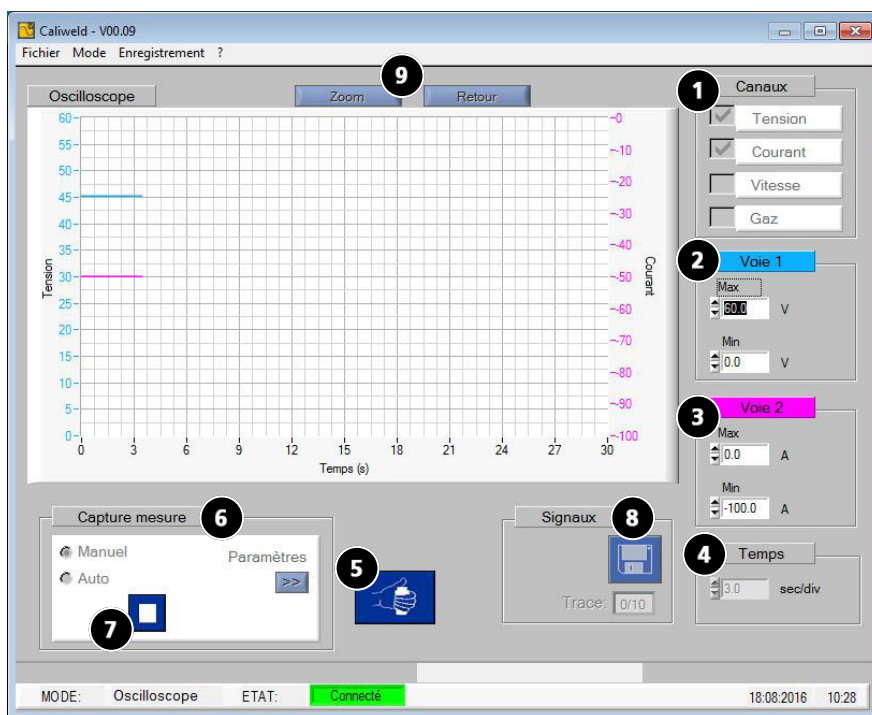
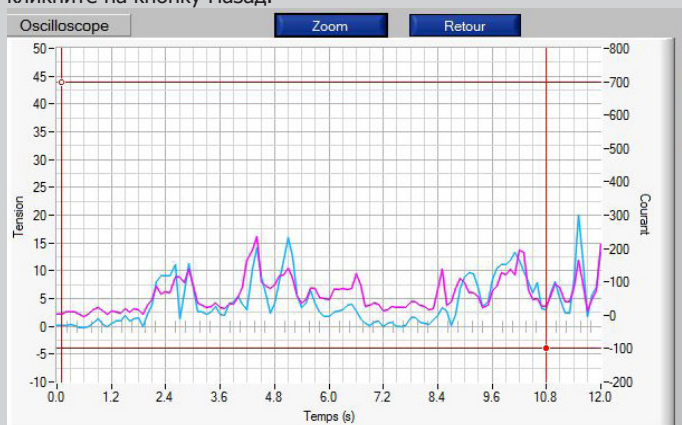
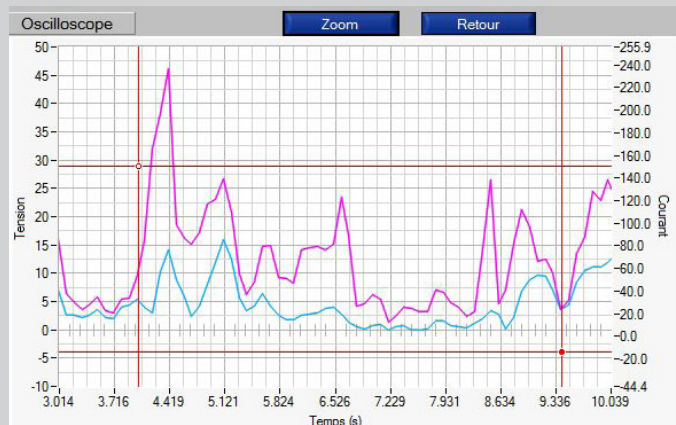

Fig.5: страница осциллоскопа
Fig.6: Диаграмма перед увеличением масштаба изображения
Fig.7: Диаграмма после увеличения масштаба изображения
ОПИСАНИЕ (FIG.5: СТРАНИЦА ОСЦИЛЛОСКОП)
Режим осциллоскоп позволяет выбрать два измерительных канала, вывести их на экран и сохранить их на диаграмме. Этот дополнительный режим позволяет направить свое измерение на определенный канал и сравнить его с другим каналом благодаря диаграмме. Элементы, составляющие страницу режима Осциллоскоп (Fig.5) следующие :
- Раздел «Каналы» включает в себя 4 канала измерения. ①.
- Два раздела «Путь 1» ② и «Путь 2» ③ появляются на экране, как только выбран один или два канала. Афишируемая в каждом разделе единица измерения позволяет проверить, что пути правильно обозначают выбранные каналы (напр., fig.5: Напряжение выбрано в качестве первого канала измерения, единица измерения «Пути 1» - Вольт).
- Раздел «Время» ④ позволяет и изменять шкалу графика, и выбрать между непрерывной записью и сканированием.
- Кнопка дистанционного управления аппаратом «Начало сварки» ⑤,
- Раздел «Снимок замера» ⑥, предоставляющий возможность выбрать «ручной» или «автоматический» режим снимка. Кнопка параметров >>> дает доступ к параметрам режима «Автоматический Снимок». Максимальная продолжительность записи 30 секунд.
- Кнопка «Сохранить», ⑧ позволяющая сохранять записи сварочных швов.
- И функция зум ⑨ позволяющая увеличить масштаб изображения на диаграмме (см. главу «Функция зум» ниже).
Софт предоставляет возможность увеличивать масштаб изображения осциллоскопа. Для этого кликните на кнопку «Zoom» (⑨ Fig. 5) один раз. Появляются 4 указателя графика (2 горизонтальных и 2 вертикальных). С помощью этих указателей постройте прямоугольник в зоне, которую требуется увеличить (Fig. 6). Затем снова кликните на кнопку Zoom (fig.7). Чтобы вернуться к нормальному изображению, кликните на кнопку Назад.
Чтобы сделать ручной снимок, отметить галочкой «Ручной» в разделе «Снимок замера». Появится клетка START (7 fig. 5) которая превратится в клетку STOP в процессе реализации снимка. Для начала записи измерений включите аппарат либо с помощью дистанционного управления (5 fig.5), либо начав варить аппаратом. Затем, каждый раз, когда нужно сделать снимок, нажимайте на клетку (7 fig. 5). Таким образом начинается запись сварного шва.
Для остановки записи кликните на клетку (7 fig. 5). Повторите операцию до получения требуемого сварного шва или требуемого количества замеров.
Снимок можно произвести в автоматическом режиме, отметить галочкой клетку «Автоматический Снимок» (6 fig. 5). Прежде всего настройте сварочные параметры. Таким же образом, как и для режима «Мультиметр» в параметрах автоматического снимка есть следующие элементы:
Для подтверждения параметров кликните на (7 fig. 5).
Функционирование автоматического режима осциллографа такое же, что и мультиметра. Включите сначала сварочный аппарат либо с помощью дистанционного управления (5 fig.5) либо начав варить аппаратом. Затем кликните на кнопку (7 fig. 5). Запись всего сварного шва начинается, как только ток превышает значение выбранное в качестве порога срабатывания. Запись сварного шва прекращается, как только ток опускается ниже порога срабатывания. Измерение прекращается в двух случаях: пользователь кликнет на кнопку (7 fig. 5) или время записи достигнет 30 секунд.
В конце записи можно сохранить и вывести на экран записи осциллографа (до 10 кривых максимум). Нужно просто кликнуть на кнопку (8 fig. 5), присвоить название файлу и кликнуть на (7 fig. 5). Кликните на клетку (7 fig. 5) чтобы подтвердить сохранение.